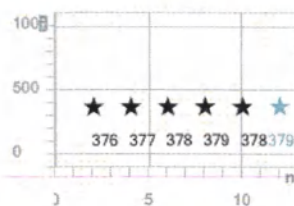

Рис. 105 Пороги ART
4. В область на рис. 105 показаны пороги ART в единицах си для каждого стимулирующего электрода (см. раздел 5.14), если приложению MAESTRO удалось определить порог ART соответствующего одиночного измерения. Эта область отображается только в качестве результата функции роста амплитуды.